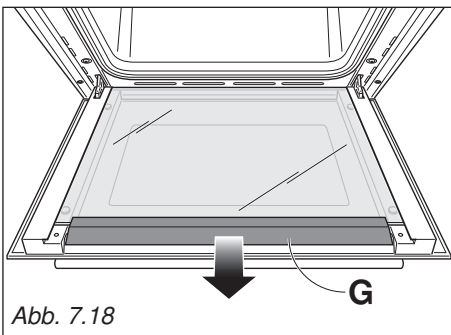

Abb. 7.18
- Schieben Sie die Luftleitblech "G" wieder der obere Teil der Ofentür (Abb. 7.18).